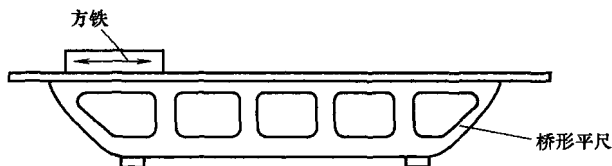

图 1-18 桥形平尺
3) 1000mm 以上的桥形平尺, 又没有大型平板和长的标准平尺时, 可采用短的方铁进行, 如图 1-18 所示。首先在平尺表面涂上一层薄薄的红丹粉, 方铁在平尺表面来回配研进行铲刮。直到平尺表面的接触点均匀分布为止。用水平仪进行测量, 保证其直线度和扭曲度合格。